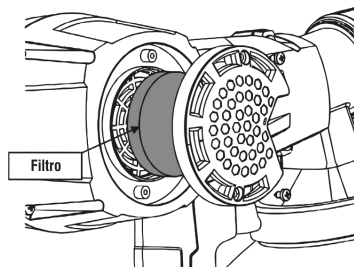

Fig. 8 - Substituição do filtro
- O usuário deve, frequentemente, verificar as condições do filtro que se encontra na lateral da máquina. A boa condição do filtro influencia diretamente no rendimento do equipamento. Para substituí-lo é simples, basta retirar os dois parafusos cabeça tipo phillips, retirar a proteção e trocar o filtro, conforme mostra a Fig. 8.